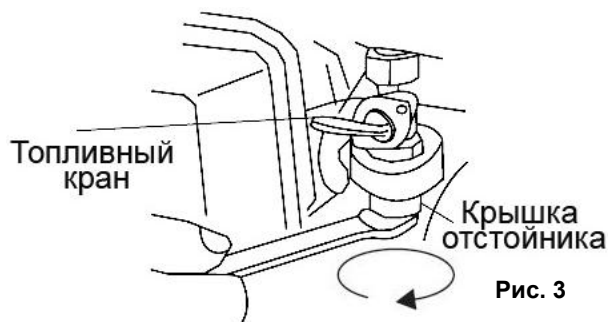

Рис. 3
- Отверните болт крышки отстойника, расположенные снизу топливного крана при помощи гаечного ключа (См. Рис.3).